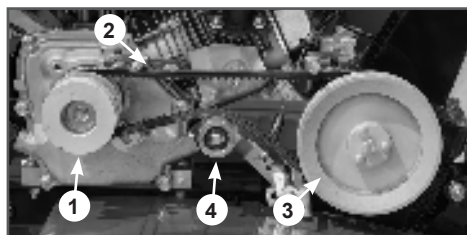

Рис. 40 Замена ремней привода
- Снимите ремень 2 со шкивов 1 вала двигателя и шкива 3 редуктора (Рис. 40).